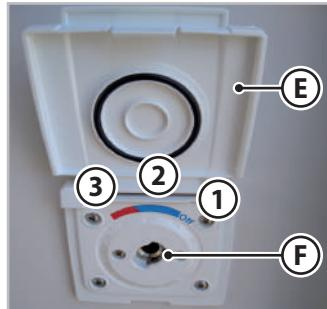

Fig. 6.40 - Prise de raccord de douche
1. Soulever le cache (E - Fig. 6.40).
2. Insérer le tuyau fourni dans le raccord (F - Fig. 6.40).